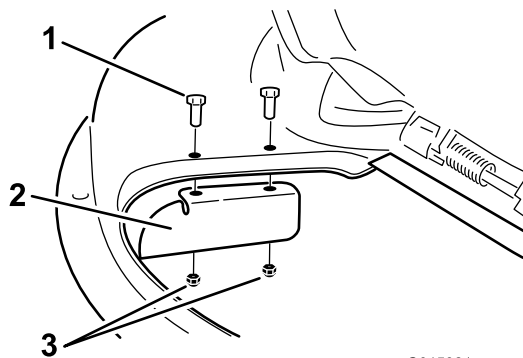

Bild 30
9. Befestigen Sie das Versatzablenkblech am Mähwerk (Bild 30).
3. Entfernen Sie das Versatzablenkblech vom Mähwerk (Bild 30).